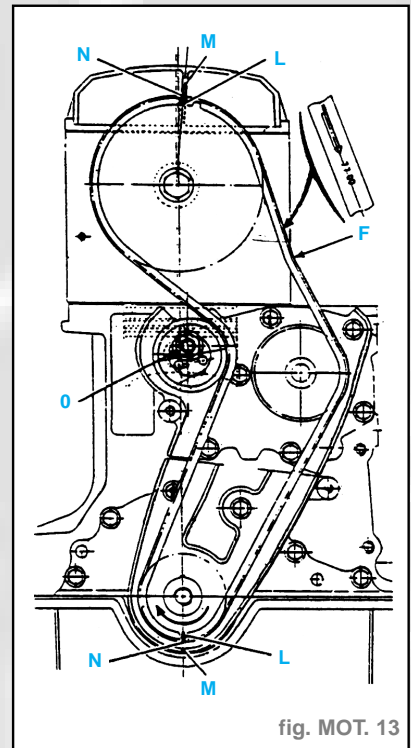

fig. MOT. 13
- Aligner les repères (**L**) sur les pignons avec les repères fixes (**M**) (fig. MOT. 13).
- Desserrer l'écrou (**O**) et détendre le galet tendeur (fig. MOT. 13).
- Aligner les repères (traits **N**) de la courroie avec ceux des pignons (**L**) et des carters (**M**) (fig. MOT. 13).
- Bloquer l'écrou (**O**) du galet tendeur (fig. MOT. 13).